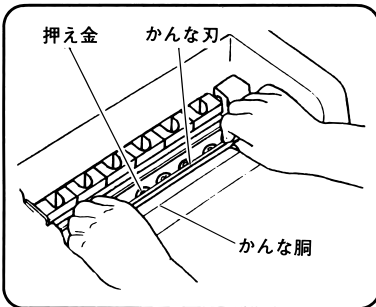

図 39
- (3) かんな刃の両端を持って押え金とかんな胴の間にかんな刃を挿入します。（図 39）